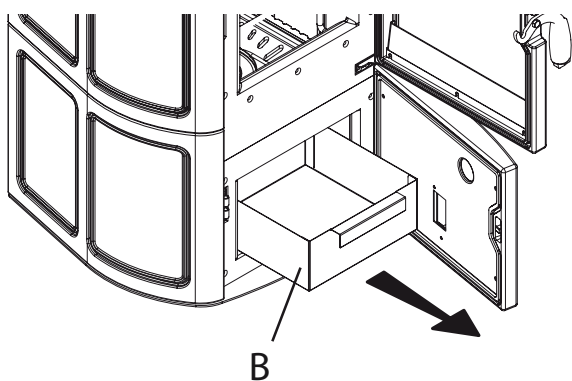

Fig. 7.2.2
- Estrarre il cassetto cenere (B) (Fig. 7.2.2) e svuotarlo completamente il contenuto.
- Remove the ash box (B) (Fig. 7.2.2) and fully empty it.
- Den Aschenkasten (B) herausziehen (Abb. 7.2.2) und den Inhalt vollständig ausleeren.